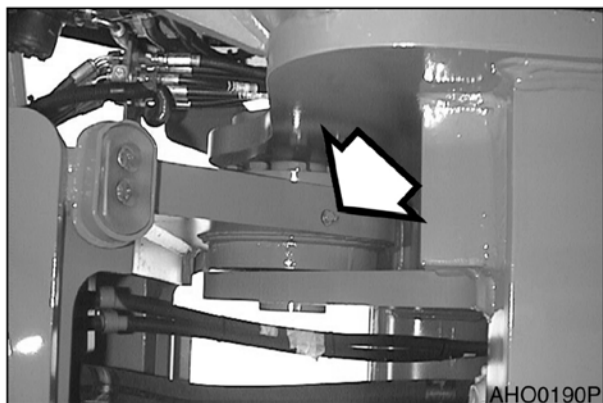
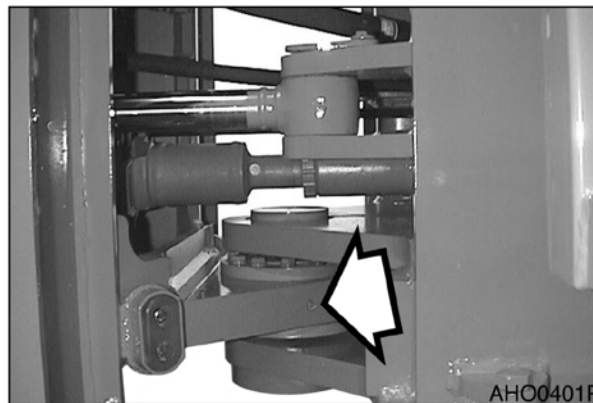

Рис. 44
Рис. 45
1. Центральные пальцы, верхний (рис. 44) и нижний (рис. 45). 2 точки на каждой стороне машины.